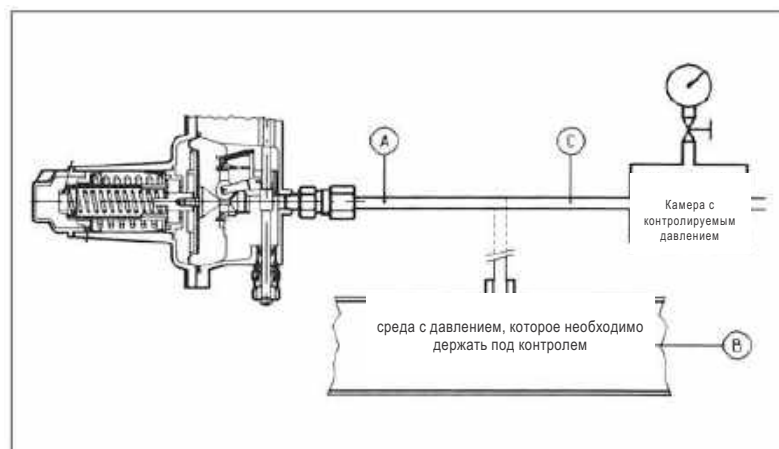

Рисунок 20
- В) Для устройств, не имеющих клапана "push" (рис. 20) рекомендуется отдельно подсоединить управляющую головку к вспомогательному контролируруемому давлению и повторить описанные выше операции.